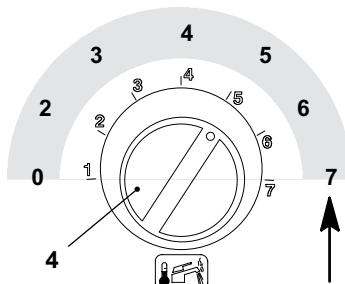

рис. 7.9
Чтобы просмотреть заданные параметры, нажмите и удерживайте кнопку сброса в течение 5 секунд. Светоиндикаторы 3 (рис. 7.7) вспыхнут количество раз (1-7), соответствующее положению ручки настройки (рис. 7.9).
- Чтобы изменить настройку, поверните регулятор температуры ГВС 4 (рис. 7.7) и установите его в выбранное положение (рис. 7.9). Смотрите также рис. 7.10 (в примере регулятор установлен в положение 3,5). После поворота регулятора ГВС индикатор блокировки начнет